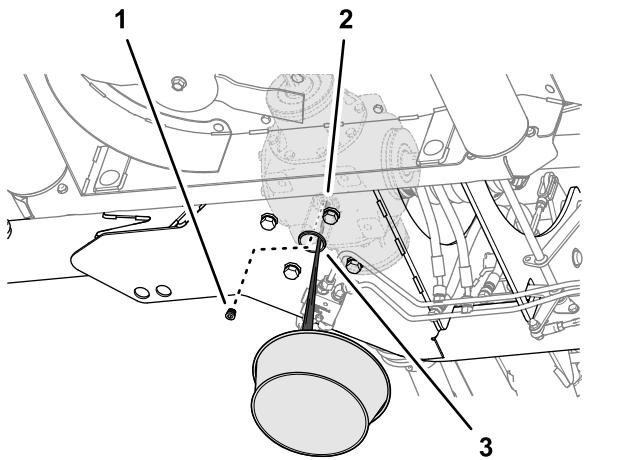

Figura 60
1. Lavorando attraverso il foro di accesso nella piastra inferiore del telaio del tosaerba, allineate una bacinella di spurgo sotto il foro (Figura 60).
2. Rimuovete il tappo di spugno a presa dal relativo foro della scatola ingranaggi centrale e lasciate spurgare completamente il lubrificante (Figura 60).